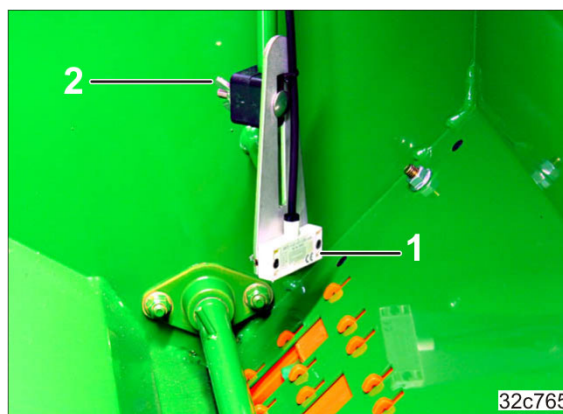

Fig. 145
1. Still inn høydeposisjonen til nivåsensoren (Fig. 145/1) tilsvarende ønsket restmengde i såtanken.
2. Trekk til vingemutteren (Fig. 145/2).